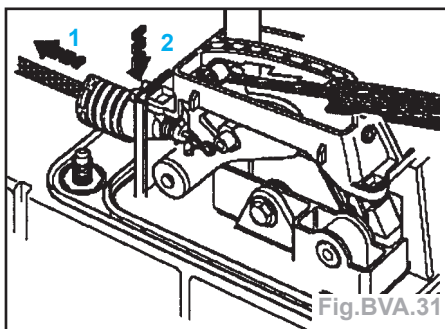

Fig.BVA.31
- Déposer le manchon (5) par le haut.
- Déclipser le cache de la commande de vitesses à la main au niveau des languettes de retenue (6) (4 languettes).
- Soulever avec précaution le cadre aux quatre coins (7) et le déposer.
- Glisser le calibre d'épaisseur de **0,8 mm** entre le levier de blocage et le cylindre du levier sélecteur (Fig.BVA.31).